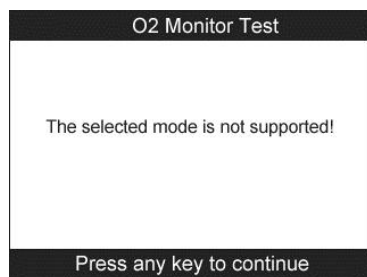

Figura 5.28
- Si el vehículo de prueba no soporta el modo, un mensaje de advertencia se mostrará en la pantalla. (Figura 5.28)